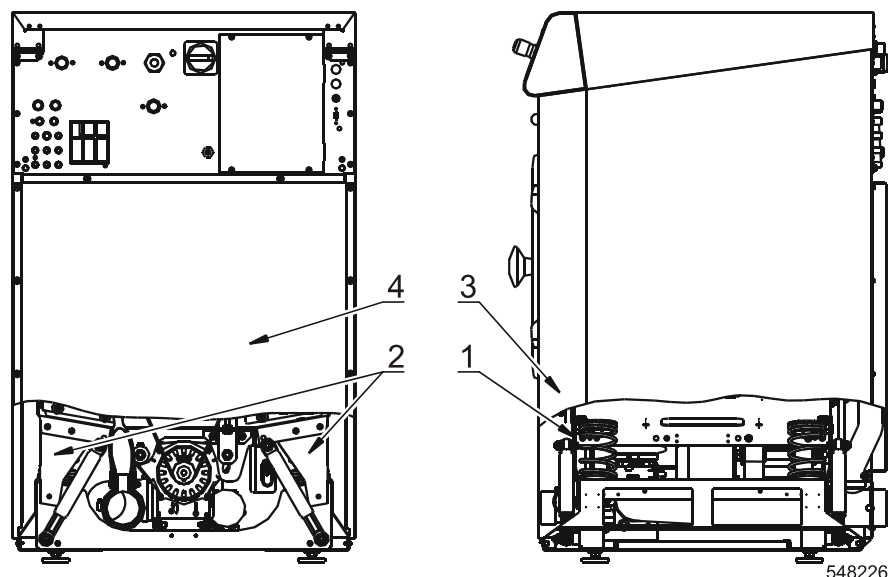

Fig.3 Affjedrede maskiner
- Afmonter front- og bagpanel, se fig. 3, pos.3 og 4.
- Afmonter de to frontstøtter, pos. 1.
- Afmonter de to bagstøtter, pos.2.